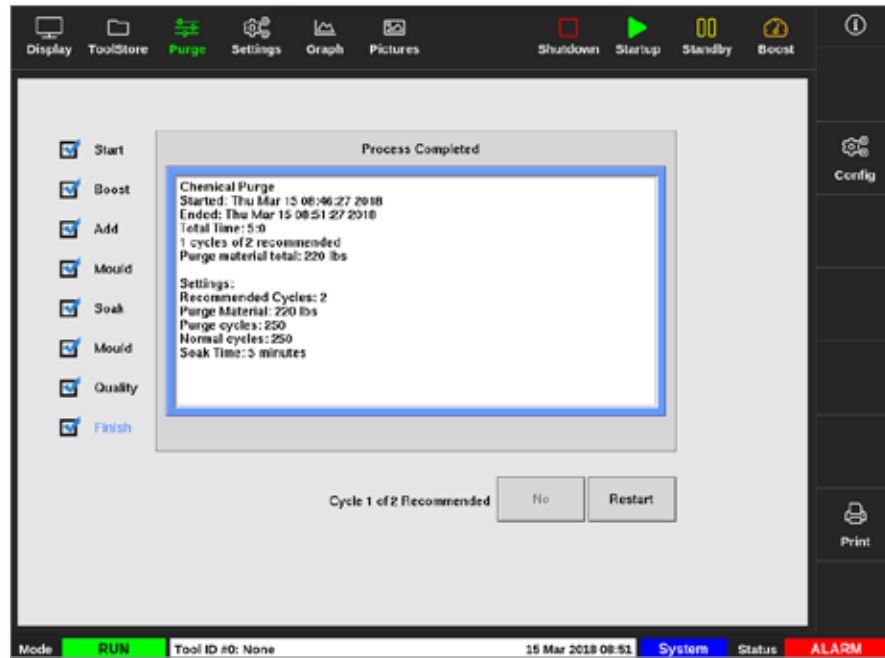

Figure 6-8 Bildschirm mit der Zusammenfassung der chemischen Reinigung
8. Finish (Fertig): Das System zeigt einen Zusammenfassungsbildschirm an. Siehe Figure 6-8.